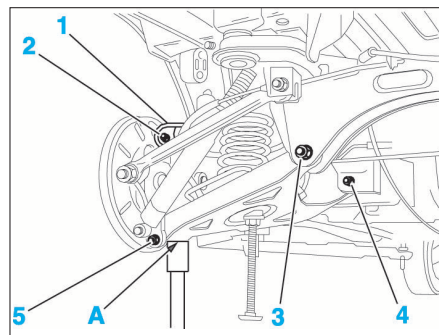

FIG. 44
- Soulever le triangle inférieur en (A) (Fig.44) pour faciliter la dépose des vis de fixation du triangle.